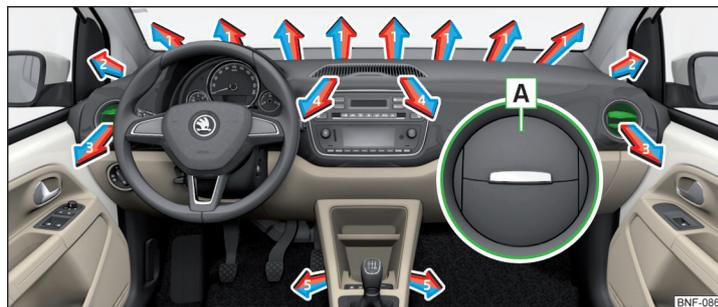

Fig. 89 Difusores de aire
En los difusores de aire **3** » fig. 89 se puede modificar el sentido de la corriente de aire, y los difusores se pueden también abrir y cerrar individualmente.
- Para **abrir**, presionar sobre el borde externo de la lámina en la zona **A** drücken » fig. 89.
Ajustar la dirección de salida de aire	Difusores de salida de aire » fig. 89